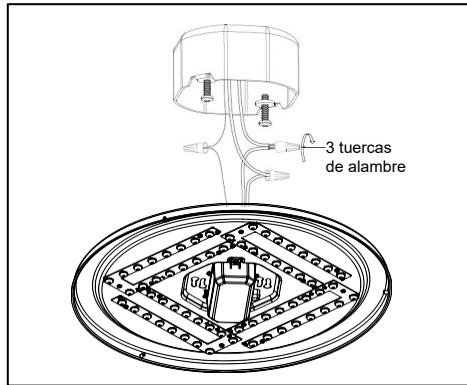

Figura 8
2. Con la energía apagada, sostenga firmemente el montaje de la carcasa (2) de la luminaria y conecte el cable de cobre de puesta a tierra de la luminaria al cable de cobre sin protección de la caja de conexiones usando una tuerca de alambre (5) (si el cableado de la carcasa no incluye un cable de puesta a tierra, consulte el código eléctrico local para saber cuál es el método de conexión a tierra aprobado.) (Consulte la Figura 8).
3. Utilice las tuercas de alambre (5) para conectar el cable negro de la luminaria al cable de alimentación negro y el cable blanco de la luminaria al cable de alimentación blanco. (Consulte la Figura 8).
4. Sujete el montaje de la carcasa (2) en una mano y con la otra mano coloque los cables dentro de la caja de conexiones. (Consulte la Figura 8).